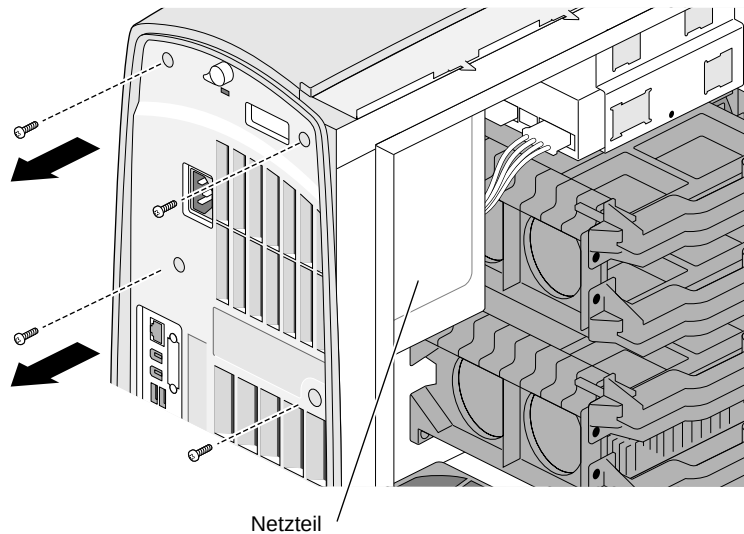

Abbildung 7-4 Entfernen der Gehäuseschrauben des Netzteils
1. Entfernen Sie die vier Schrauben an der Rückseite der Workstation mit einem Kreuzschraubendreher. Siehe Abbildung 7-4.